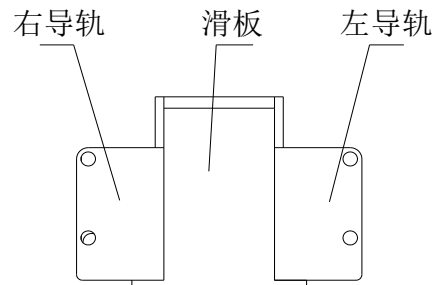
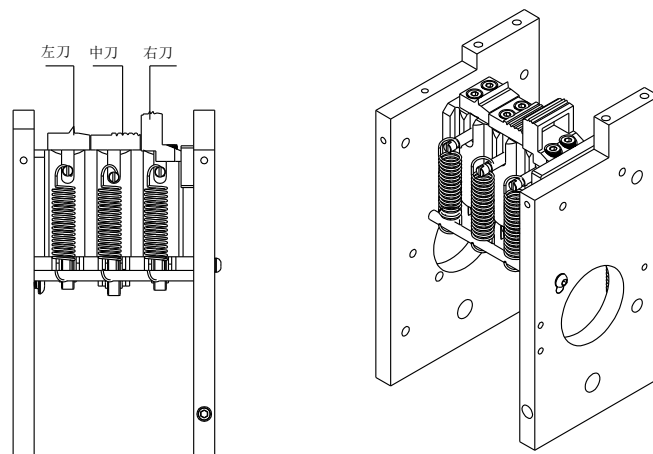

图 3-3
图 3-4
- ①. 滑板(如图 3-3 所示)、左刀、中刀及右刀(如图 3-4 所示)一个月加油润滑一次。
- ①. 滑板：（如图 3-3 所示）滑板与左、右导轨之间，必须精密配合，又必须保持滑板前移动之顺畅自如，所以此部位最需清洁与保养，将其清洁过程概述如下：
- ②. 左刀、中刀及右刀：三把刀在腔体座里必须上下运动自如，不然无法正常打包，所以其清洁保养很重要，其方法如下：（如图 3-4 所示）